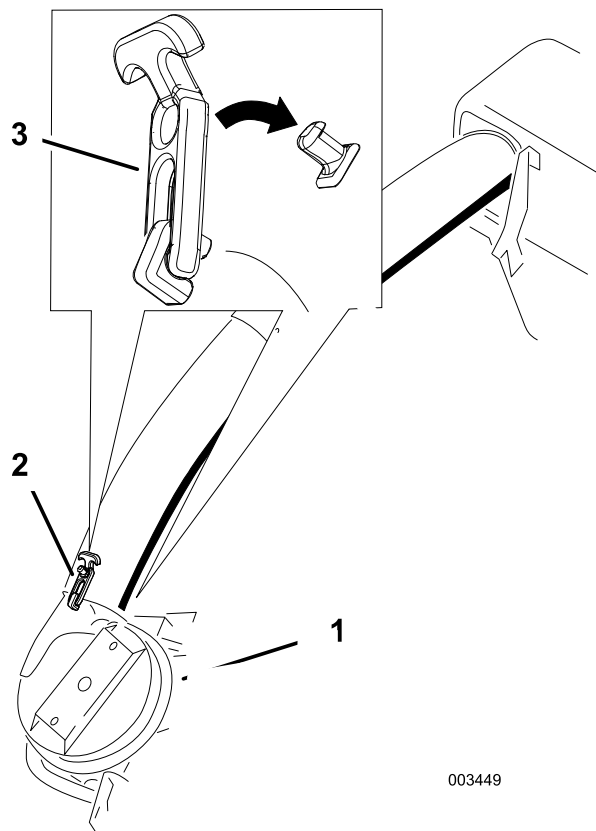

Figura 53
9. Fate scorrere il tubo inferiore sull'alloggiamento del soffiatore e fissateli insieme (Figura 53).